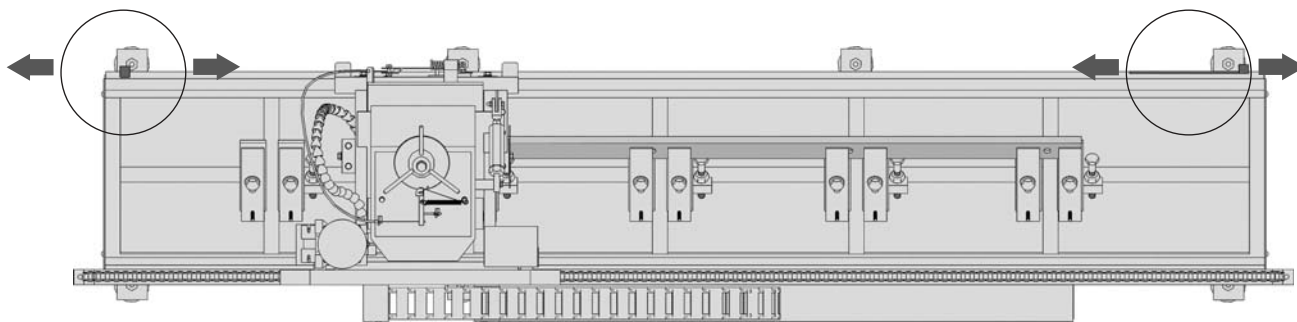

Рис. 20. Регулировка ограничителей конечных выключателей
5. **Только для «А» и «А+»:** Отрегулировать положение ограничителей конечных выключателей соответственно длине ножа (Рис. 20)